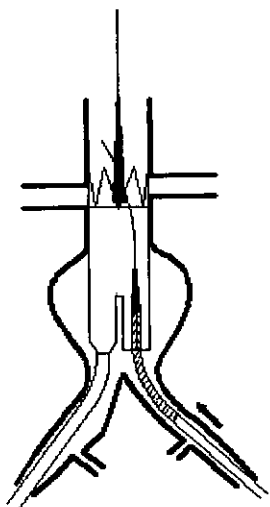

Fig. 9 Introducción de la prótesis artificial con el Sistema de Liberación
5.15 Insertar la prótesis artificial con el sistema de liberación sobre el alambre guía dentro de la rama corta de la prótesis artificial AAA. Alinear el marcador radiopaco sobre la rama corta de la prótesis artificial AAA, con dos stents superpuestos entre ellos. (Fig. 9)